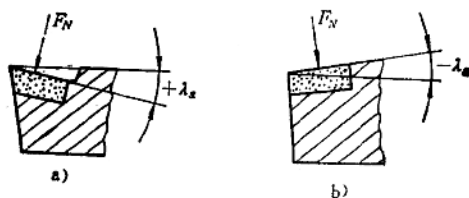

图1-2 前刀面受力分析
3) 采用负刃倾角 ($\lambda_s = -4^\circ \sim -10^\circ$)，提高刀刃的强度和抗冲击能力。因为负刃倾角改变了切削刃上的受力状态，使作用在切削刃上的力，由弯曲应力变为压应力，而硬质合金材料的抗弯强度差，但抗压强度高，这样就使切削刃的强度和抗冲击能力大大提高。前刀面受力分析如图1-2所示。